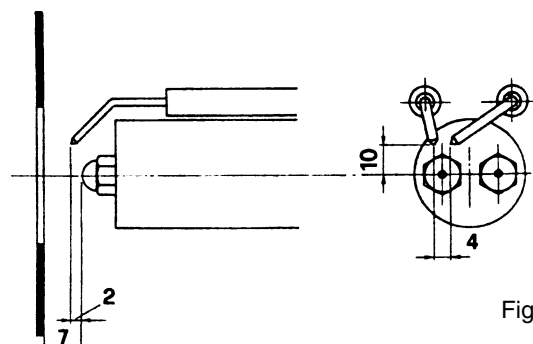

Fig. 24
- Examen electrodos de encendido y su correspondiente aislamiento cerámico, limpieza inspección y si es necesario sustitución (ver fig. 24).
A fin de garantizar un buen encendido es necesario respetar las medidas reportadas en la fig. 24. Cerciorarse de haber fijado el tornillo de bloqueo del grupo electrodos antes de volver a montar la cabeza de combustión.